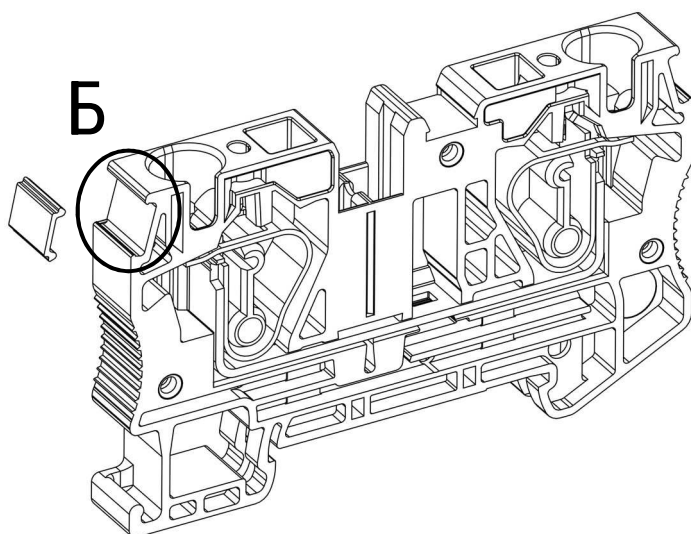
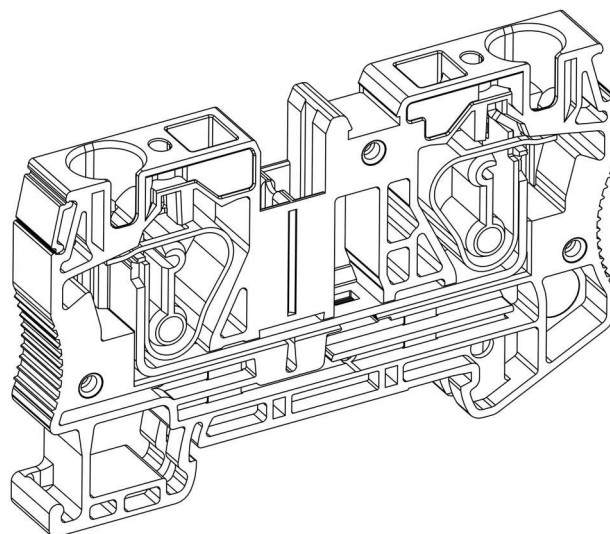

Рисунок 24 - установка маркировки УМКП
Рисунок 25 - установленная маркировка УМКП
- Для установки маркировки УМКП, вдавите ее в отмеченный паз клеммы (рис. 24, «Б»; рис. 25).